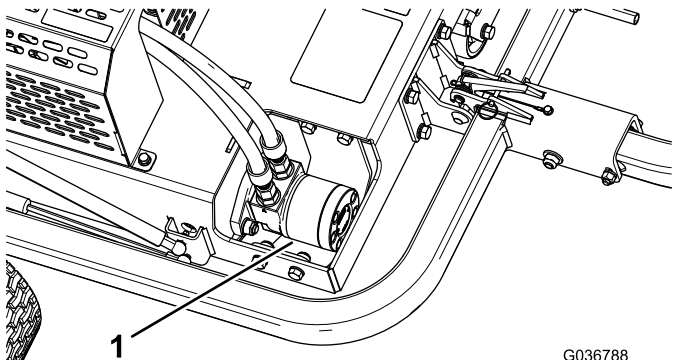

Bild 40
3. Reinigen Sie den Bereich um den Hydraulikmotor (Bild 40) von Schmutz und Ablagerungen.